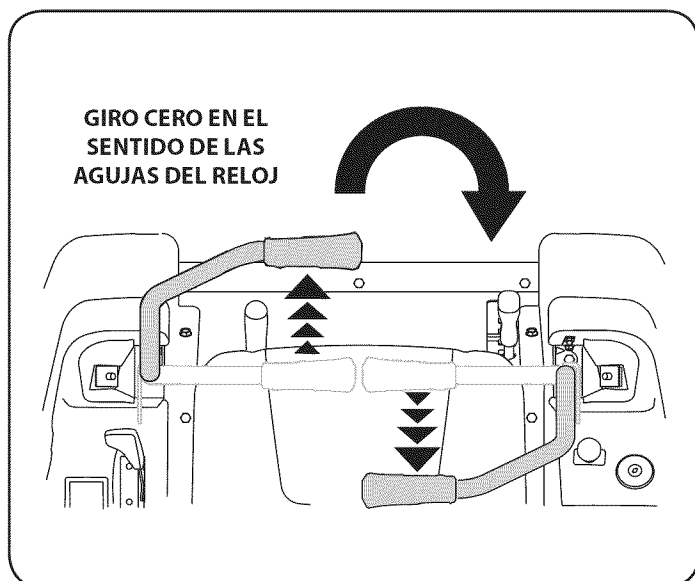

Figura 19
6. Para girar en el sentido de las agujas del reloj, mueva la palanca de control del lado izquierdo hacia adelante mientras mueve simultáneamente la palanca de control derecha hacia atrás. Vea la Figura 19.